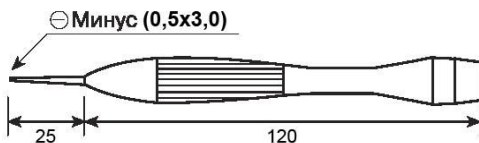

Рис. 1
- 10.3 Подключение блоков производить заводским стандартным инструментом (отвертка – 0,5х3,0) Рис. 1. Момент затяжки винтов входных/выходных клемм 0,5 Н·м